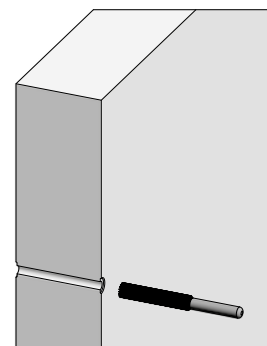

Fig. 79.2
1. Nettoyer le trou de banche. Celui-ci doit être propre, sans saleté ni graisse, et présenter une surface bien lisse (Fig. 79.2).